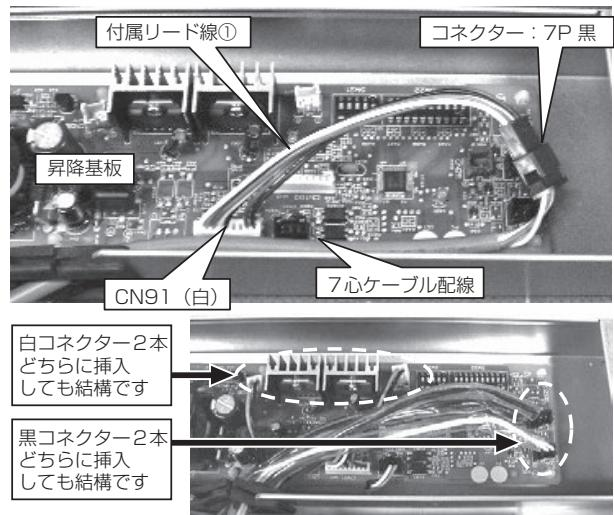

図8-1
- 1) パネルからの7心ケーブル線のコネクター(7P クロ)を付属のリード線①を使用して昇降基板 CN91(シロ)に確実に差込んでください。(図8-1)